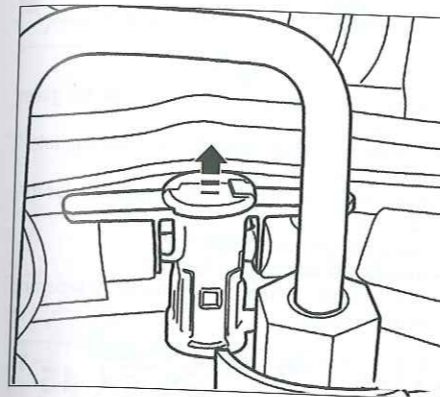

Fig. 36
- Desconectar las conexiones del manguito de retorno de combustible de los inyectores. Hundir a este efecto la conexión hacia abajo a la altura de las lengüetas y tirar de la parte central hacia arriba para desbloquearla (Fig.36).